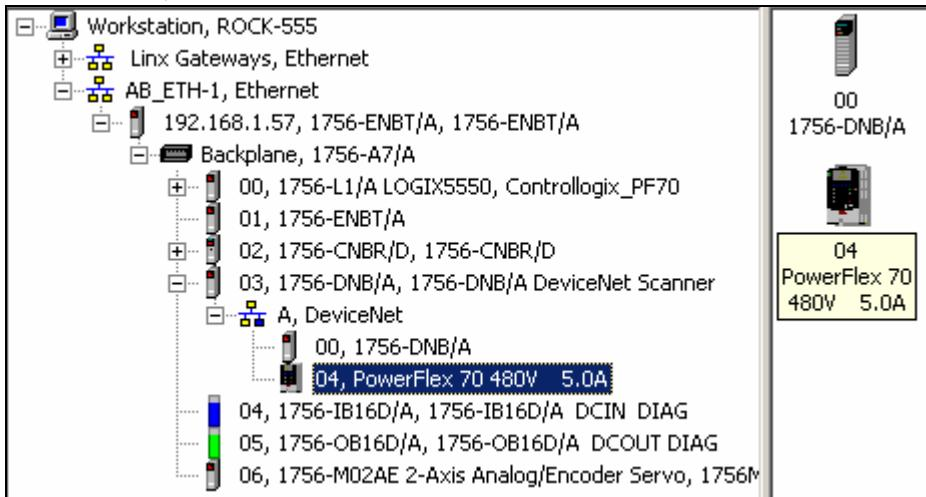

图 4-13 查看 DeviceNet 网络
7. 用户可通过 ControlLogix 背板的“透明”网关功能，访问 DeviceNet 网络上的设备，如图 4-13 所示。